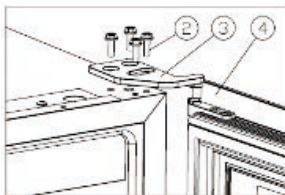

Imagen 2
- Desatornille los 16 tornillos M5, ②, y desmonte la bisagra inferior derecha ③. [Imagen 2]